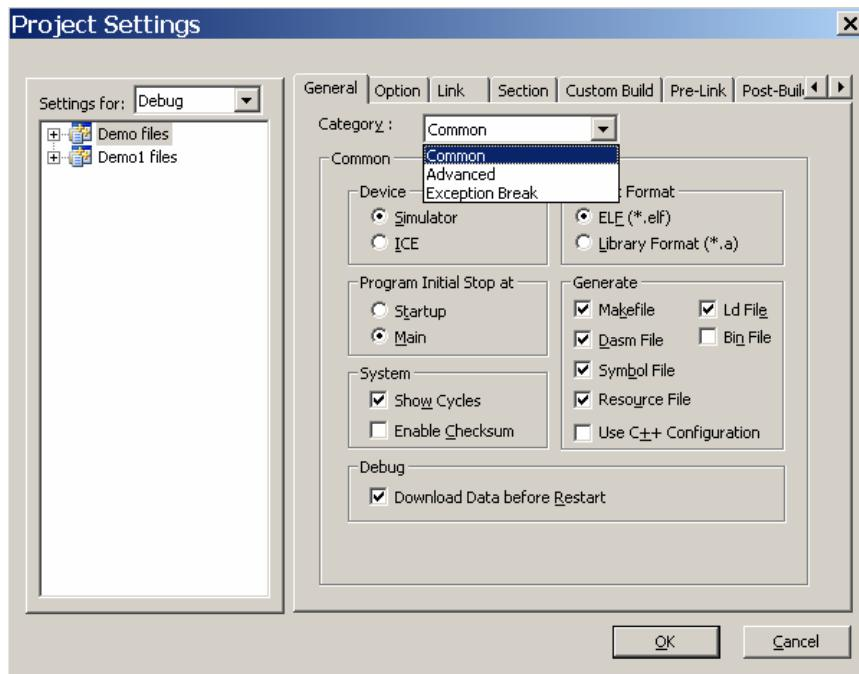

图 5.25 Project 的“General”设置
如图 5.25，选择菜单 Project-> Setting... 可以对工程进行设置。
如图 5.25 对话框可以对选中工程的一般选项进行设置。图中“Category”有三种选择：选择“Common”为普通设置对话框；选择“Advanced”为高级设置对话框；选择“Exception Break”为异常中断设置对话框。
(1) Common 对话框为通用选项设置对话框, 如图 5.25, 其中: